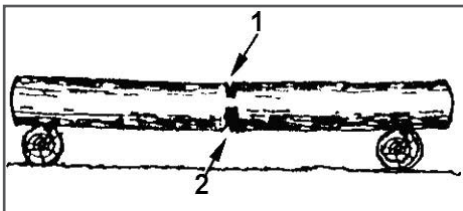

Рис. 15 Пропилы при раскряжевке дерева на двух опорах
1. Бревно лежит на двух опорах (Рис. 15). Разгрузочный пропил (1) на $1/3$ бревна делается сверху. Основной пропил (2) делается снизу навстречу разгрузочному пропилу.